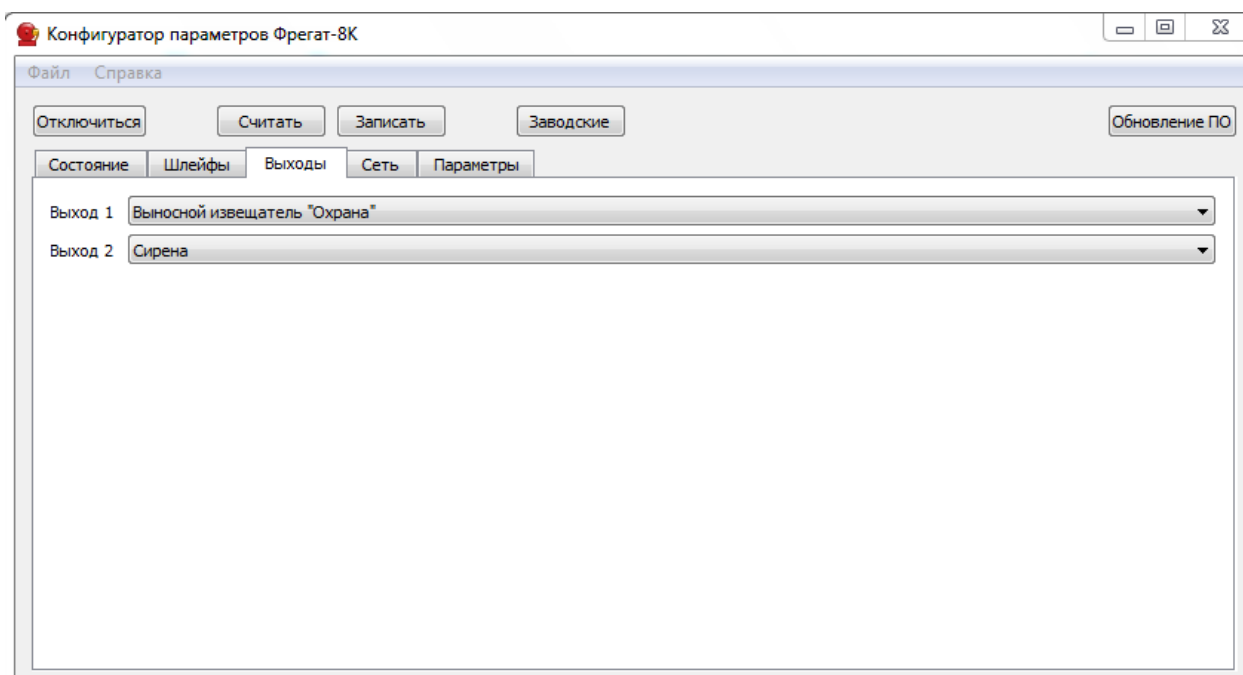

Рис. 10. Программирование силовых выходов.
8.12. На вкладке «Выходы» доступны параметры программируемых силовых выходов (см. рис. 10).